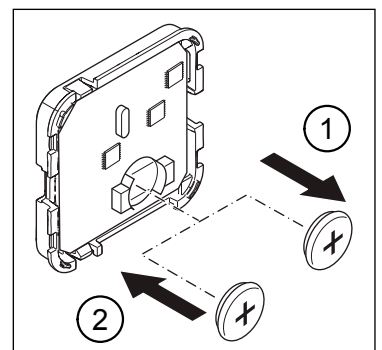

Abb. 5: Batterie wechseln
- ▶ Entfernen Sie die leere Batterie (Pos. 1 in Abb. 5) aus der Elektronik-Einheit.
- ▶ Setzen Sie die neue Batterie (Pos. 2 in Abb. 5) in die Elektronik-Einheit ein. Die Status-LED (Pos. 5 in Abb. 1) am Funktaster blinkt 1 Mal orange.